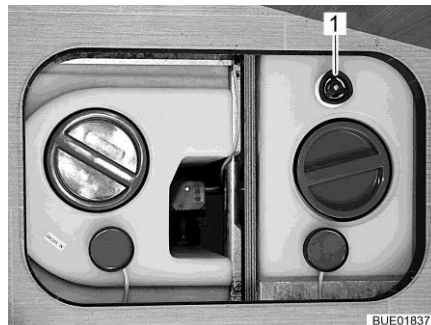

Bild 195 Vattentank med ratt
- Vrid ratten (Bild 195,1) på vattentanken moturs mot motståndet till stoppläget för att öppna utloppsöppningen helt.